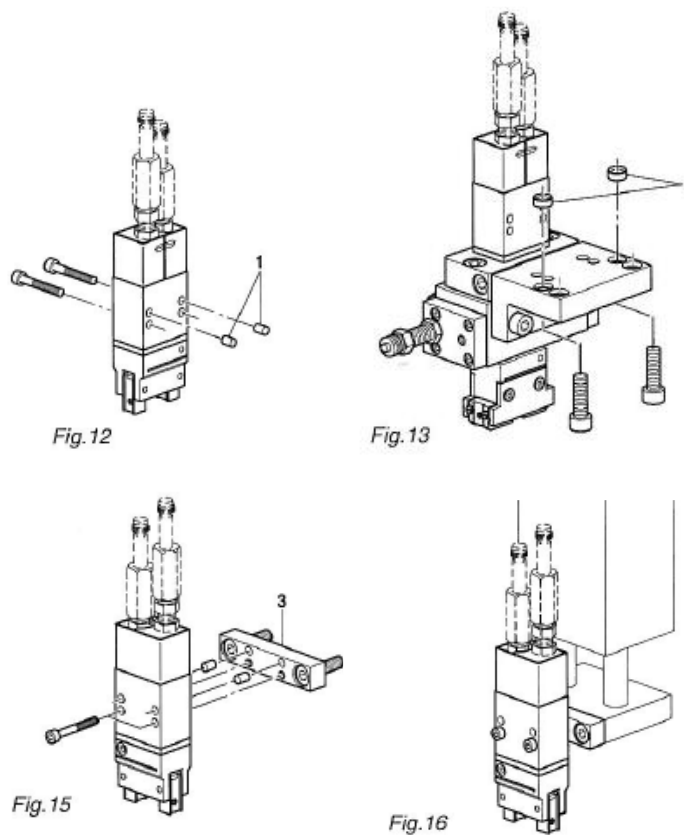

Fig. 10 Possibilités de fixation GMQ 12 / GMQ 12/RM 12
Le module GMQ 12 peut être relié à un module linéaire par le montage d'une pièce de liaison (3) (Fig. 10, Fig. 15-16).